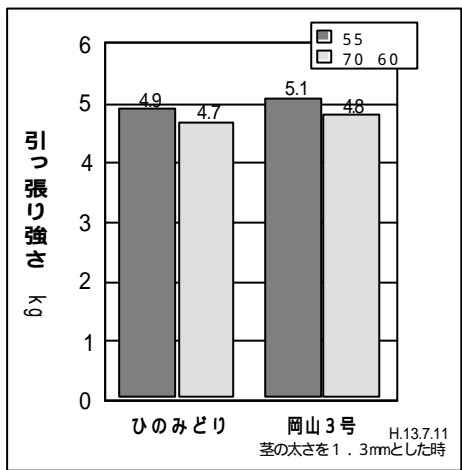

図3 乾燥温度とい茎の引っ張り強さ
- 3) 一本のいぐさの引っ張り強さは、70に比べ55が4~7%強くなる。(図3)